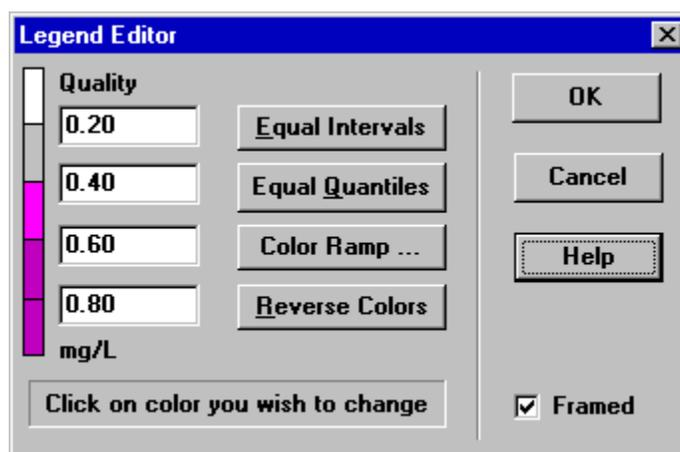

Fig. 7.4: cuadro de diálogo Legend Editor (Editor de leyendas).
2. Use el cuadro de diálogo del editor de leyendas que aparece (consulte la fig. 7.4) para modificar los colores y los intervalos de la leyenda.
La opción Legend Editor (Editor de leyendas) (fig. 7.4) se utiliza para establecer los intervalos numéricos a los cuales se asignan diferentes colores para ver un parámetro específico en el mapa de red. Funciona de la siguiente manera: